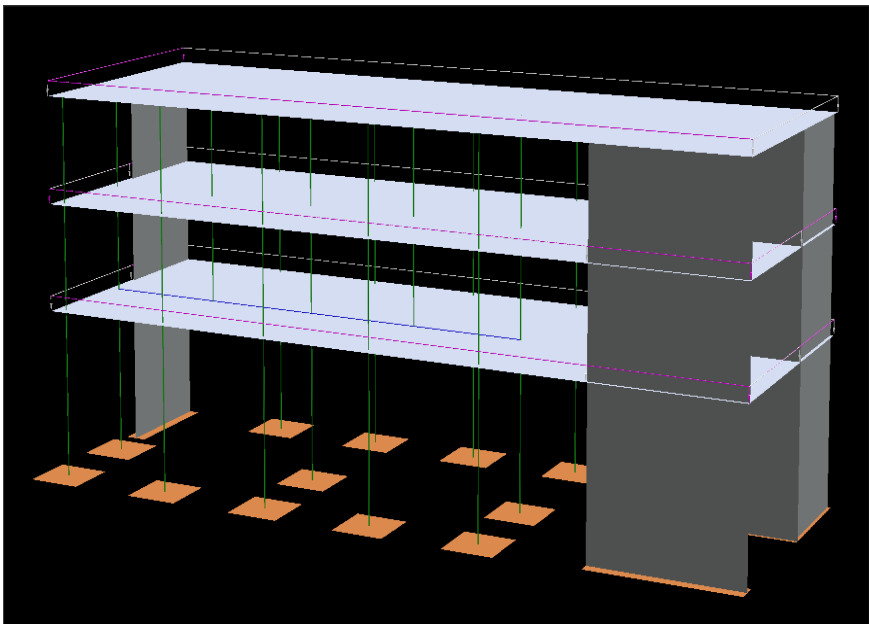

Bild 18: 3D-Statikmodell des Gebäudes
- Bild 18: 3D-Statikmodell des Gebäudes | **19**